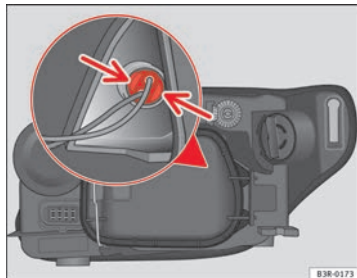

Fig. 211 Feu de position (côté extérieur véhicule)
- Pressez légèrement les languettes du support d'ampoules ⇒ fig. 211 et tirez vers le couvercle (il peut également s'extraire en tirant sur les câbles du support d'ampoules).